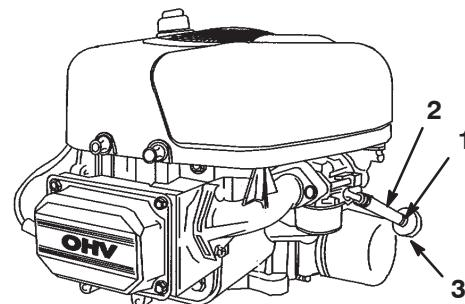

Bild 28
- Öffnen Sie die Motorhaube und machen Sie den Kraftstofffilter ausfindig (Bild 28).
- Drücken Sie die Enden der Schlauchklemme zusammen und schieben sie an der Kraftstoffleitung nach oben zum Kraftstofftank (Bild 28).
- Ziehen Sie die Kraftstoffleitung vom Kraftstofffilter (Bild 28) herunter. Lassen Sie das Benzin in einen Benzinkanister oder eine Auffangschale ablaufen.
Tauschen Sie den Kraftstofffilter alle 100 Betriebsstunden oder mindestens einmal pro Jahr aus. Tauschen Sie den Kraftstofffilter am besten aus, wenn der Tank leer ist (Bild 28). Bauen Sie nie einen verschmutzten Filter wieder ein, wenn Sie diesen aus der Kraftstoffleitung entfernt haben.
- Drücken Sie die Enden der Schlauchklemmen zusammen und schieben diese weg vom Kraftstofffilter (Bild 28).